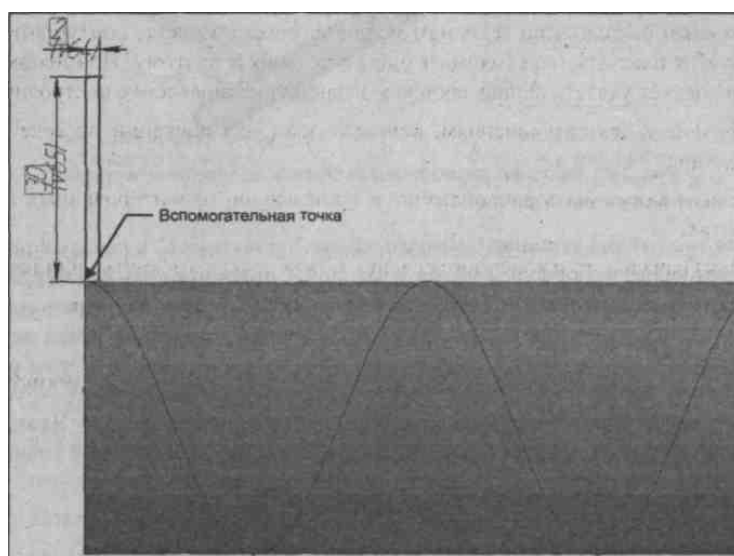

Рис. 6.5. Эскиз-сечение шнековой спирали
8. Теперь легко вычертить прямоугольник 2 x 30 мм, вершина которого находится в начале спирали (рис. 6.5). Закройте эскиз, и в Дереве модели появится строка "**Эскиз:3**".